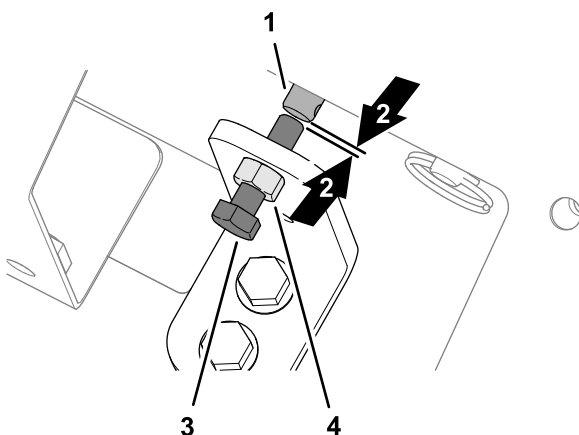

Figure 33
1. Desserrez l'écrou de blocage sur le support de commande manuelle (Figure 33).
2. Tournez la vis à tête hexagonale de neutralisation de la vanne dans le sens antihoraire jusqu'à ce qu'un petit espace apparaisse entre le bout de la vis et le bout de la tige du solénoïde de vitesse de la bande (Figure 33).
3. Resserrez l'écrou de blocage (Figure 33).